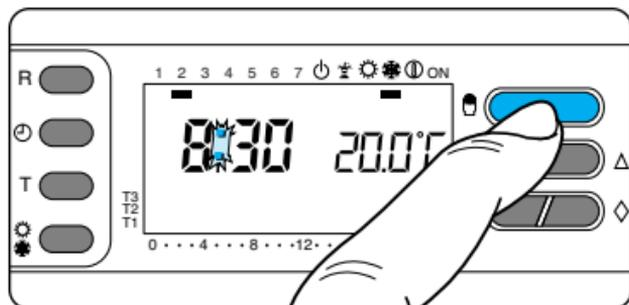

Fig. 75
15.2 - Mediante il pulsante  predisporre l'apparecchio in funzionamento MANUALE (fig. 75).